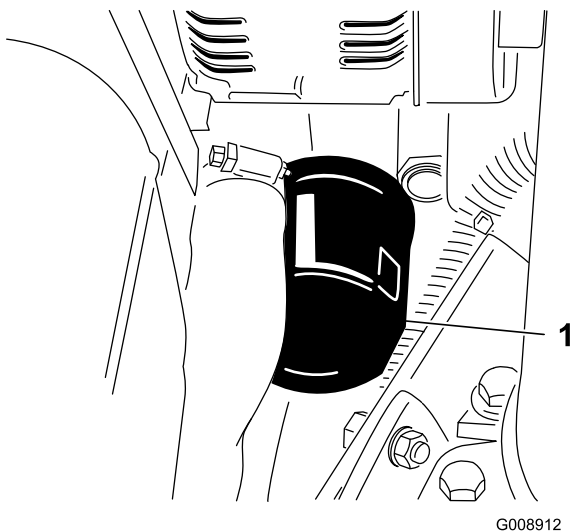

Figura 59
2. Retire el filtro de aceite (Figura 59).